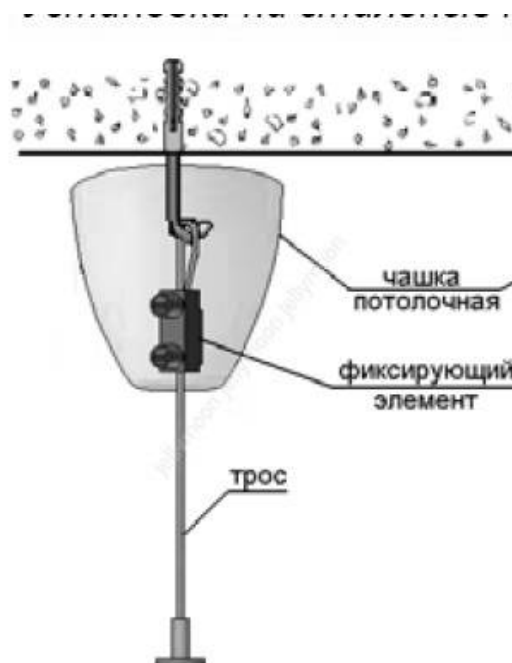

Рисунок 2 - Установка светильников
5.3 Установить светильник на любую плоскую поверхность с применением универсального крепежа (рисунок 2).